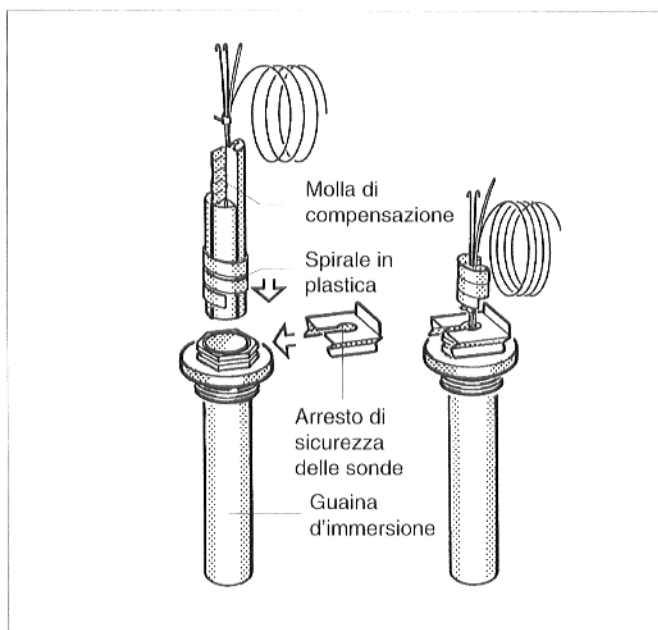

Fig. 13
- Le spirali in plastica, che tengono insieme le sonde, vengono espulse automaticamente (Fig. 13).
In modo da garantire il contatto tra la guaina di immersione e le superfici delle sonde, assicurando così una trasmissione dei valori della temperatura, è necessario inserire la molla di compensazione tra le sonde (Fig. 13).
- L'arresto di sicurezza delle sonde deve essere premuto da sopra o lateralmente sulla testa della guaina d'immersione (Fig. 13).